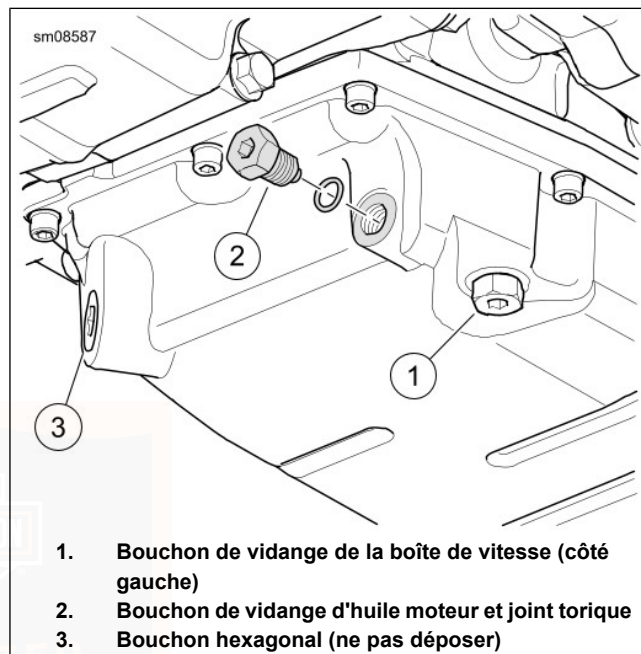

Figure 65. Carter d'huile
3. Voir Figure 65 . Retirer le bouchon de vidange d'huile (2) et le joint torique. Laisser l'huile se vidanger complètement.